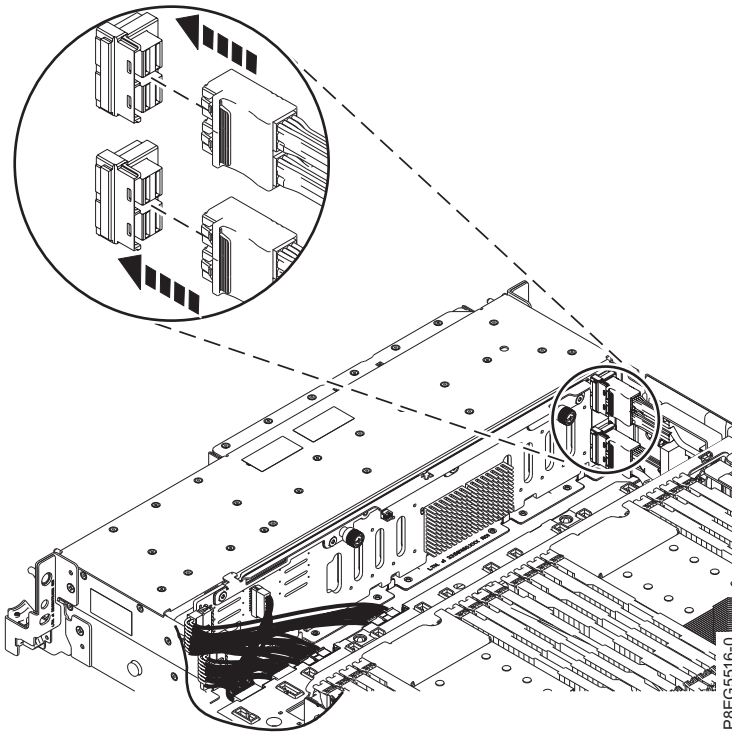

Figure 21. Reconnexion des câbles SAS avant
7. Reconnectez le câble SAS avant au fond de panier d'unité de disque, comme indiqué dans la figure 21. Appuyez sur le connecteur jusqu'à ce que vous entendiez un clic.